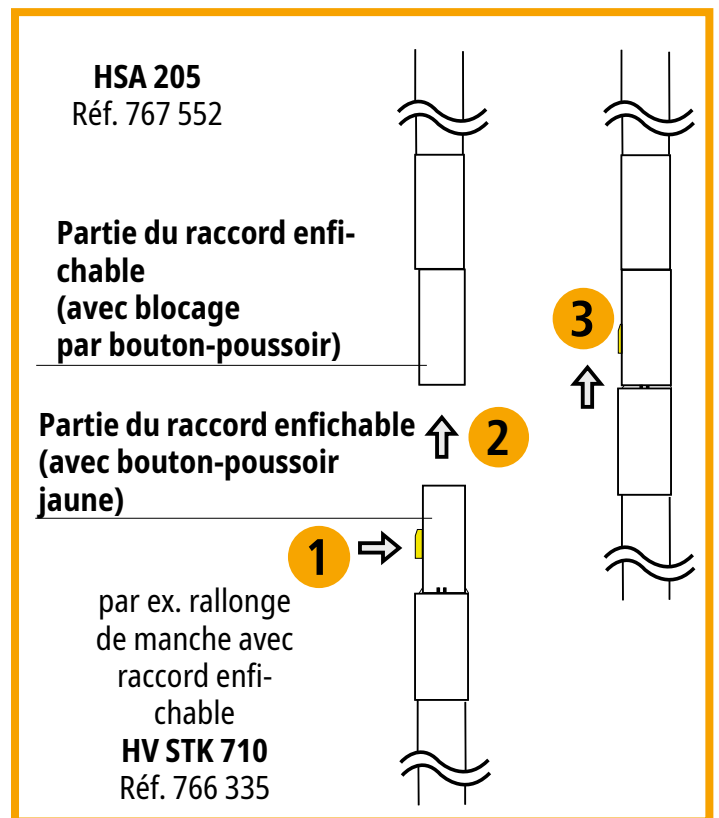

Figure 2
- ⇒ La **bague rouge (6)** marque la fin de la pièce isolante en direction de la tête de travail.
- ⇒ La **pièce isolante (4)** est l'élément de la tige d'actionnement situé entre le disque de limitation et la bague rouge. Elle offre à l'utilisateur la distance de protection nécessaire et une isolation adéquate pour une manipulation en toute sécurité.
- ⇒ Le **manche (2)** est séparé de la pièce isolante par un **disque de limitation (3)**. Une **boucle de fixation (1)** empêche, en cas d'utilisation conforme, la chute accidentelle du détecteur de haute tension ou permet de le fixer à la ceinture de l'électricien. Via un adaptateur de type **AD HV STK SQ**, référence 766 313, le manche peut être rallongé à l'aide d'une perche d'isolation ou de mise à la terre appropriée et équipée d'une tête de réception pour broche avec tige transversale selon DIN 48 087. La rallonge peut être effectuée également avec une ou plusieurs rallonges **HV STK 710**, référence 766 335. La longueur totale ne doit pas dépasser 7 m. L'utilisation du raccord enfichable est représentée sur la figure 2.